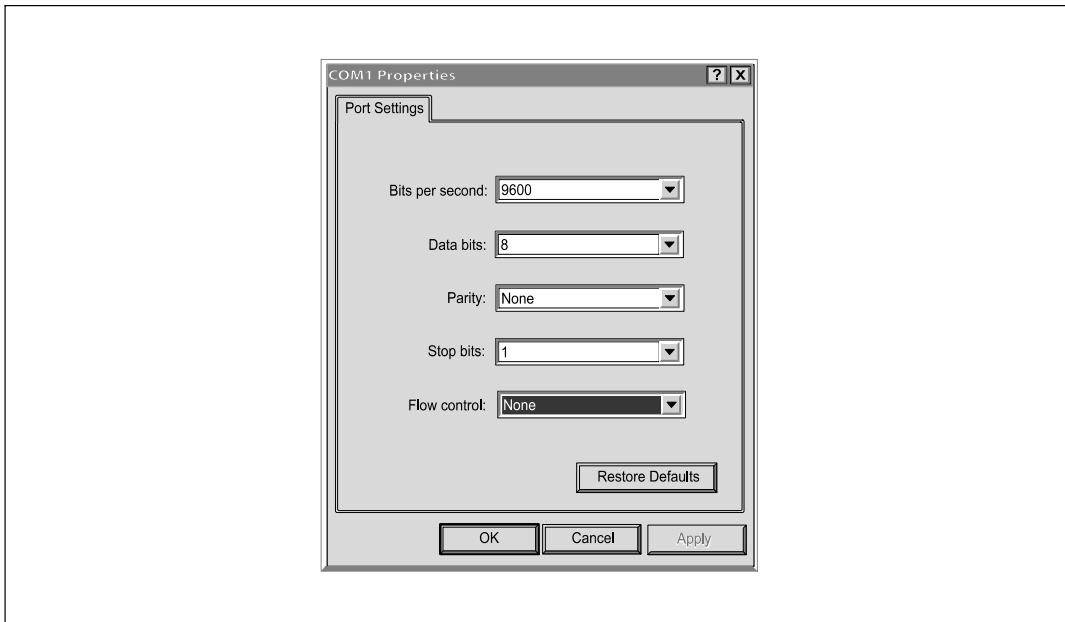

Рисунок 6. Параметры конфигурации порта
- 4 Настройте последовательный канал следующим образом **9600 бод, 8 бит данных, без контроля четности, 1 стоповый бит, без контроля потока** (см. Рисунок 6).